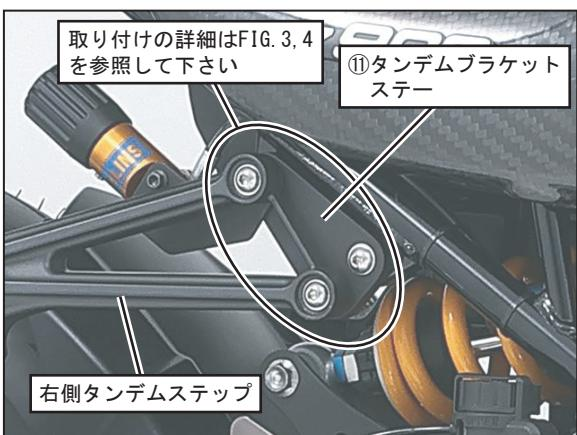

FIG. 2
4. 右側のタンデムステップ取り付け位置に、⑪タンデムブラケットステーを⑫ボタンボルトM8×30、⑮ボルト用サラバネM8を使用して仮締めして下さい。(FIG. 2, 3参照)
5. 手順4で取り付けた⑪タンデムブラケットステーに、右側タンデムステップを⑬ボタンボルトM8×35、⑭ボタンボルトM8×45、⑮ボルト用サラバネM8、⑯フランジナットM8を使用して、⑭ボタンボルトM8×45→⑬ボタンボルトM8×35の順に仮締めして下さい。(FIG. 2, 4参照)